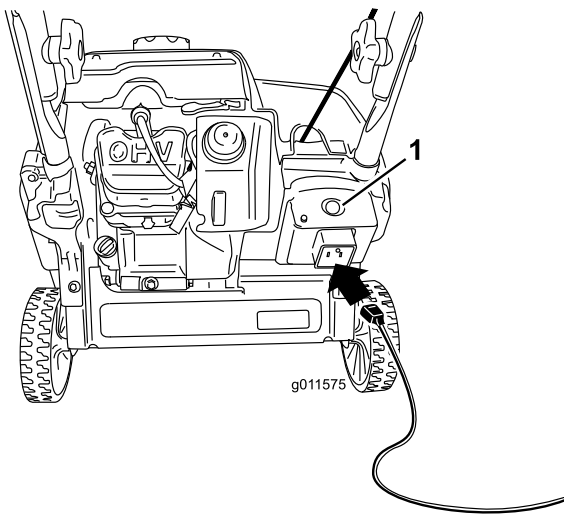
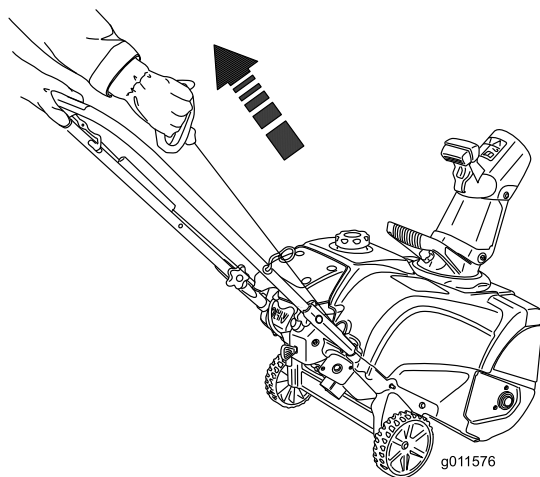

Bild 18
Bild 19
- Stecken Sie ein Verlängerungskabel in eine Steckdose und in die Schneefräse und drücken Sie die Elektrostartertaste (nur Modell 38283) (Bild 19) oder ziehen Sie am Rücklaufstartergriff (Bild 18).